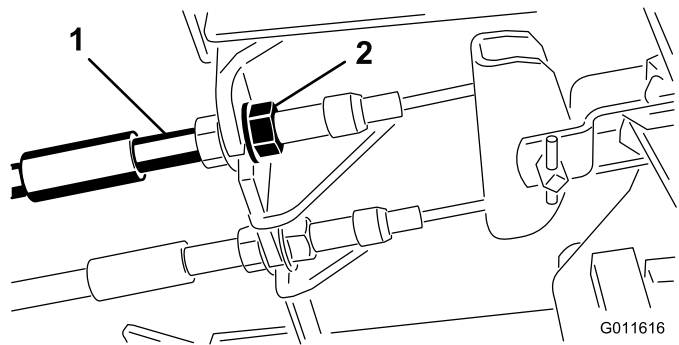

**Figure 84**
Régalez les freins si la garde à la pédale de frein est supérieure à 2,5 cm ou si la force de maintien offerte est insuffisante (Figure 84). La garde est la distance parcourue par la pédale de frein avant que le freinage soit ressenti.
- Serrez l'écrou arrière afin de pouvoir déplacer le câble en arrière jusqu'à obtention d'une garde de 6 à 13 mm, avant le blocage des roues (Figure 84).